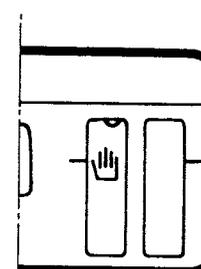

Fig. 7
NOTE - At the end of each cooking period remember to turn the hand symbol  to the slot reference to remove the automatism and make it possible to use the oven normally (Fig. 7).
Naturellement au fur et à mesure que l'on utilisera le four, on acquerra l'expérience nécessaire pour une cuisson parfaite des aliments en fonction aussi de leurs caractéristiques. N.B. Au terme de chaque cuisson programmée, ne pas oublier de faire réapparaître le symbole de la main  sur le repère du regard, pour débrancher l'automatisme et pouvoir utiliser le four normalement (Fig. 7).
ZUR BEACHTUNG: am Ende von jedem Bratvorgang soll man sich daran erinnern, das Handsymbol  auf die Referenz vom Fenster zurückzudrehen, um den Automat auszuschalten und um den Ofen normal verwenden zu können (Abb. 7).
N.B. - Alla fine di ogni cottura ricordarsi di portare il simbolo della mano  sul riferimento della finestra, per disinserire l'automatismo e per poter usare il foro normalmente (Fig. 7).